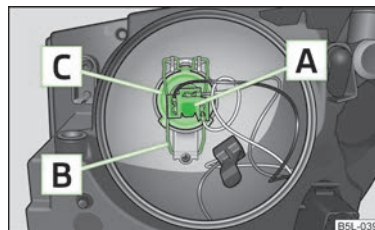

Fig. 169
- Extraer el enchufe **A** » fig. 169.